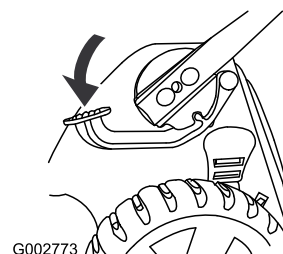

Figura 49
3. Mentre il motore acceso e la lama è innestata, spruzzate un getto d'acqua davanti alla ruota destra posteriore (Figura 49).
1. Premete il pedale col piede e tenetelo premuto (Figura 49).